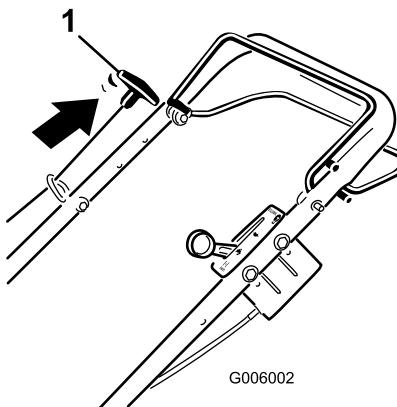

Figura 24
- Sujete la barra de control de la cuchilla contra el manillar y tire una o dos veces del arrancador de retroceso (Figura 24).
- Sujete la barra de control de la cuchilla contra el manillar y tire del arrancador de retroceso (Figura 24).